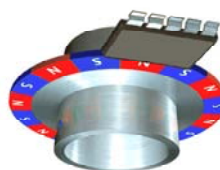

Fig. 2
▪ **Encoder Magnetici Rotativi ad Anello (fig. 2)**
▪ **Magnetic Rotary Ring Encoders (fig. 2)**
■ Codeurs Magnétiques Rotatifs à anneau (fig. 2)
■ Magnetischer ringförmiger Drehgeber (Abb. 2)